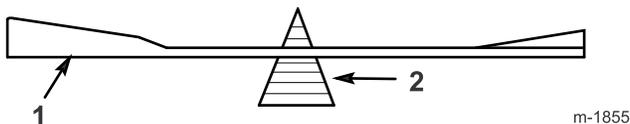

Figure 43
- Vérifiez l'équilibre de chaque lame en la plaçant sur un équilibreur (Figure 43).